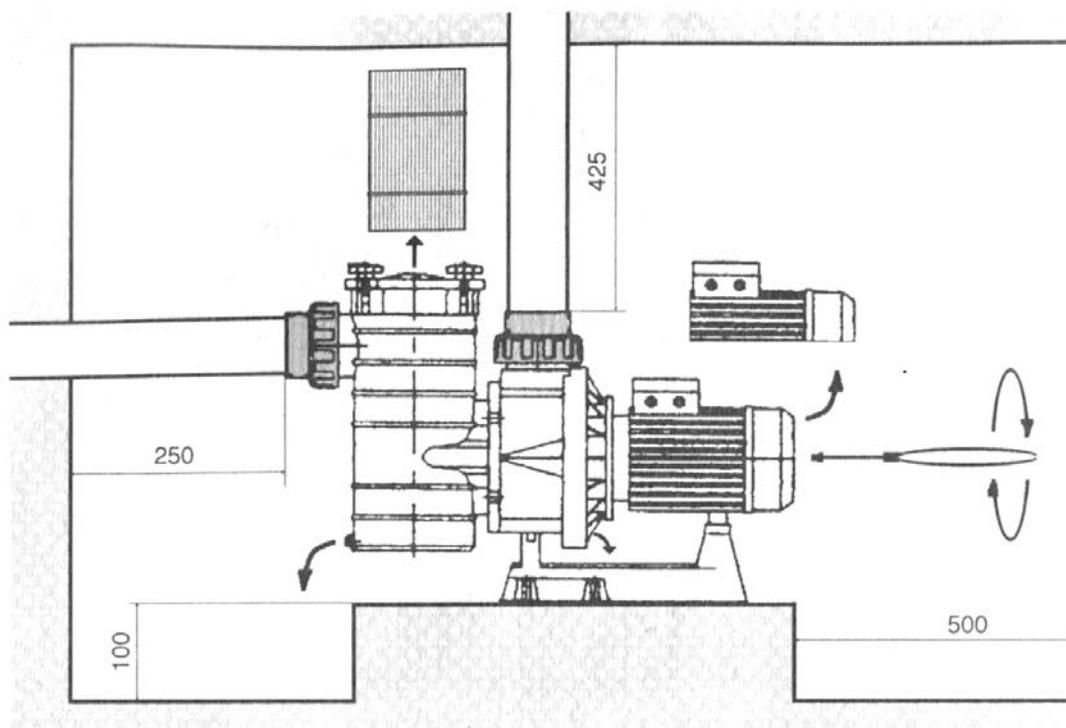

рис. 1
Убедитесь, что вал двигателя поворачивается свободно; не включайте насос, если он заблокирован. Для этого, имеется углубление на конце вала, на стороне вентилятора, которое позволяет вращать его вручную, используя отвертку (рис. 1 стр.8). В трехфазных двигателях турбина (29) может быть снята, если двигатели работают в противоположном направлении. Противовращение может даже вызвать механические повреждения. Запустите двигатель на несколько секунд и убедитесь, что направление вращения совпадает с обозначенным стрелкой на кожухе вентилятора. Если это не так, то свяжитесь со специалистом.